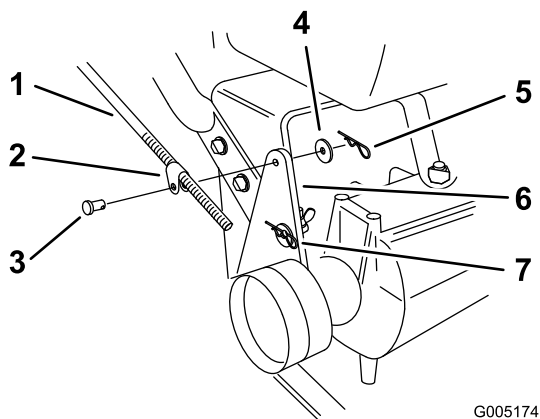

Figure 35
2. Vérifiez le fonctionnement. Si un réglage est nécessaire, retirez la goupille fendue, la rondelle et l'axe de chape qui fixent la tige de commande au support de la poulie de tension (Figure 35).